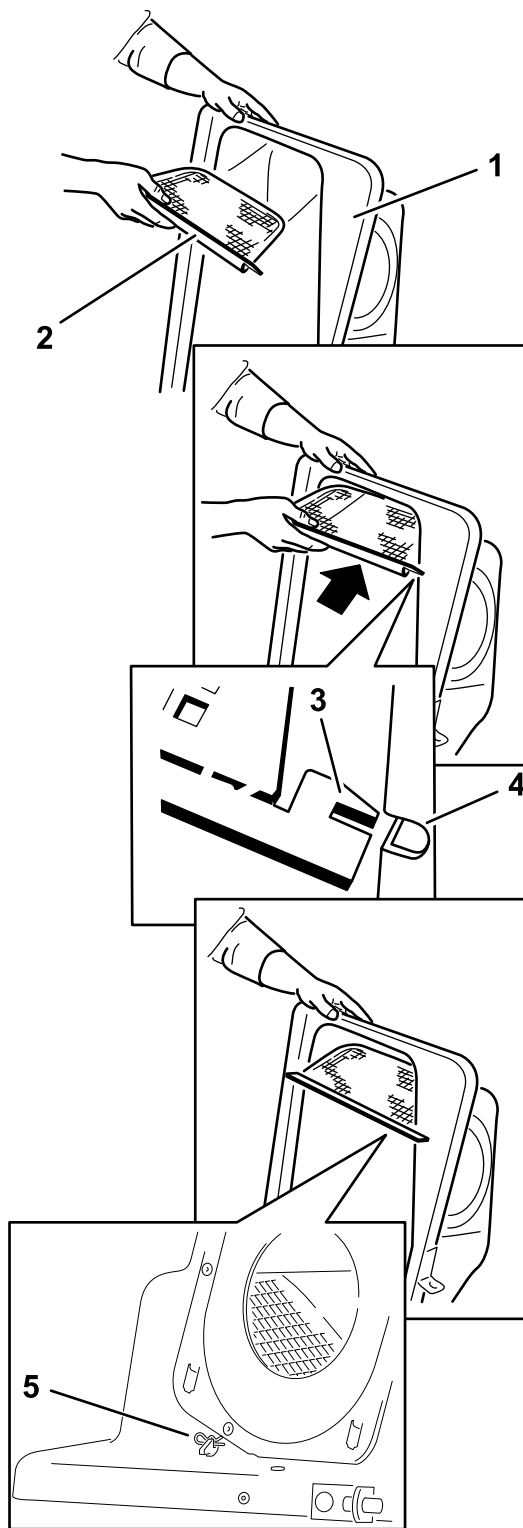

Bild 18
2. Setzen Sie das Gitter so ein, wie in Bild 18 abgebildet, und stellen Sie sicher, dass es nach unten zu den Grasfangkörben geneigt ist.